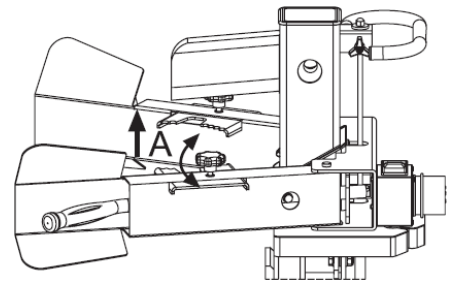

Fig.11a
b) Regolare le braccia di sostegno dello spaccalegna secondo il diametro del ceppo per ottenere l'angolo di controllo delle leve di comando più comodo (Fig.11a, A).
c) Mantenere il ceppo con le braccia di sostegno. (Fig.11a) tenendo le leve di comando.
d) Non aprire mai le braccia di sostegno mentre il ceppo si sta muovendo. (Fig.11a)